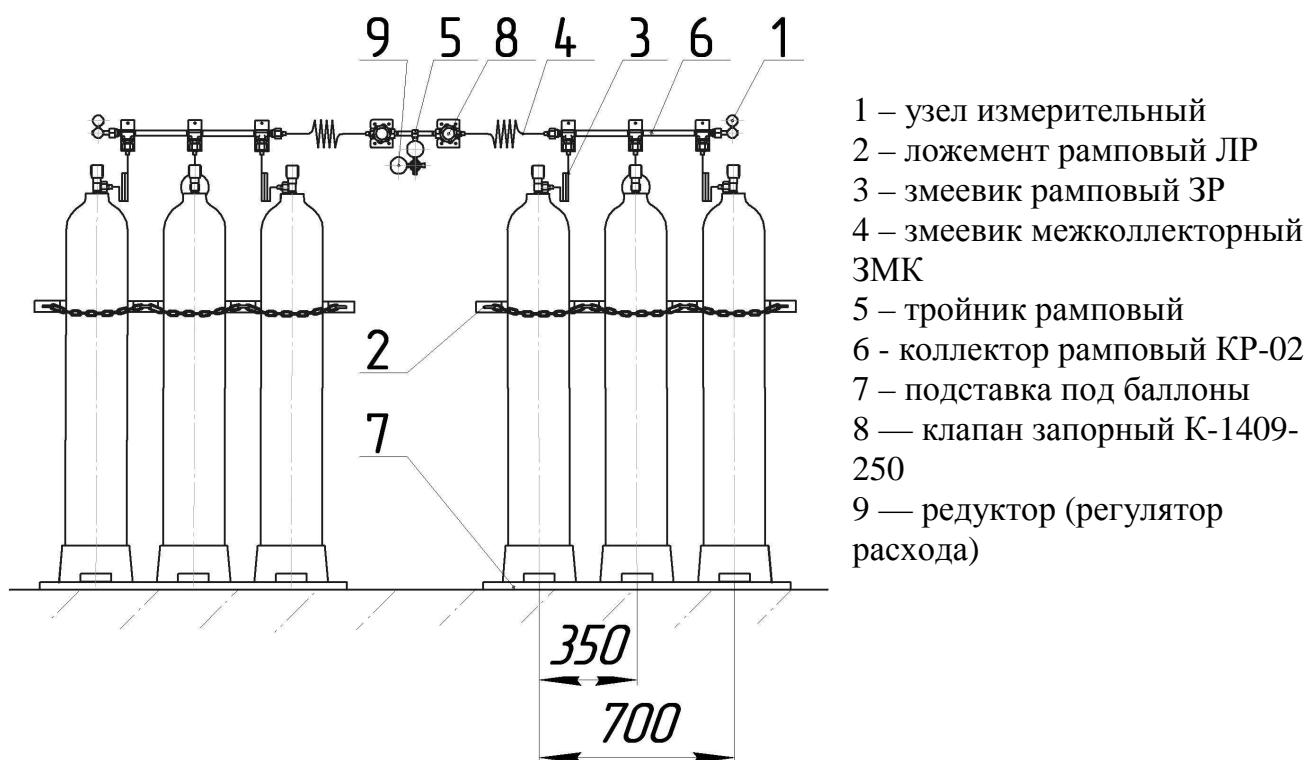

Рис. 1. Схема рампы перепускной РП-02
4.1 Условная схема монтажа комплекта представлена на рис. 1 (изображено исполнение ДЖЕТ 214 00 00 00-01 на 6 баллонов).
5.1 Сборка и монтаж комплекта производится согласно рис.1.